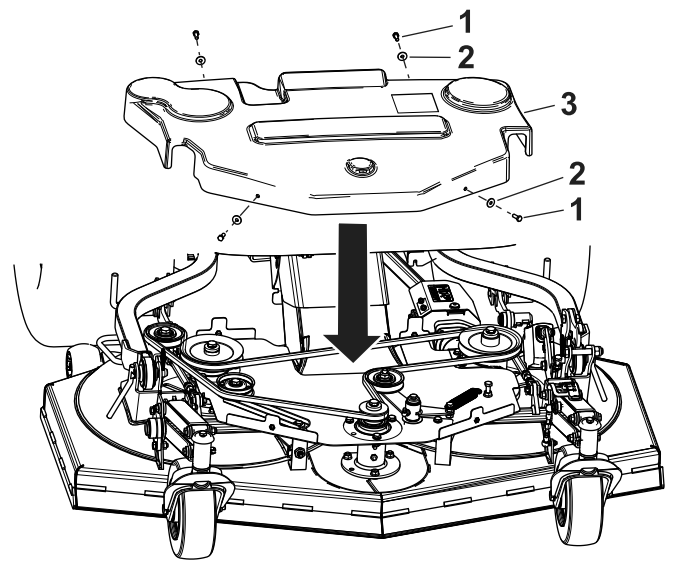

Figura 94
- Retire los 2 pernos y las arandelas en la parte delantera de la cubierta (Figura 94).
- Retire los 2 pernos y las arandelas en la parte trasera de la cubierta (Figura 94).
- Instale la cubierta sobre la correa Figura 94.
- Instale los 2 pernos y las arandelas en la parte delantera de la cubierta (Figura 94).
- Instale los 2 pernos y las arandelas en la parte trasera de la cubierta (Figura 94).